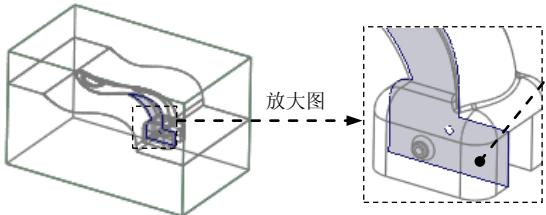

图 6.17 定义拉伸终止面
(4) 设置深度选项。
① 在操控板中选取深度类型 (到选定的)。
② 选取图 6.17 所示的平面为拉伸终止面。
③ 在“拉伸”操控板中单击 按钮, 完成特征的创建。
(5) 在 **编辑模具体积块** 操控板中单击“确定”按钮 , 完成体积块的创建。